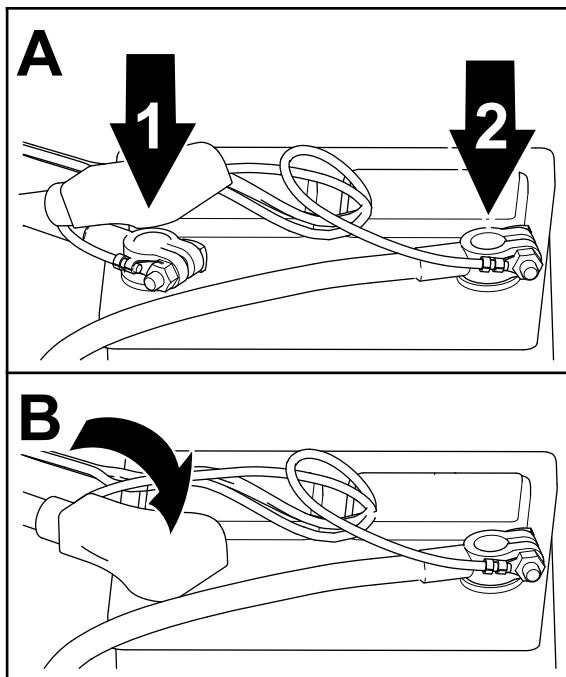

図 21
1. バッテリーのマイナス端子に、マイナスケーブルを接続する 図 21。
3. バッテリーのプラス端子に、プラスケーブルを接続する 図 21。
5. バッテリーのプラス端子に絶縁カバーを取り付ける 図 21。